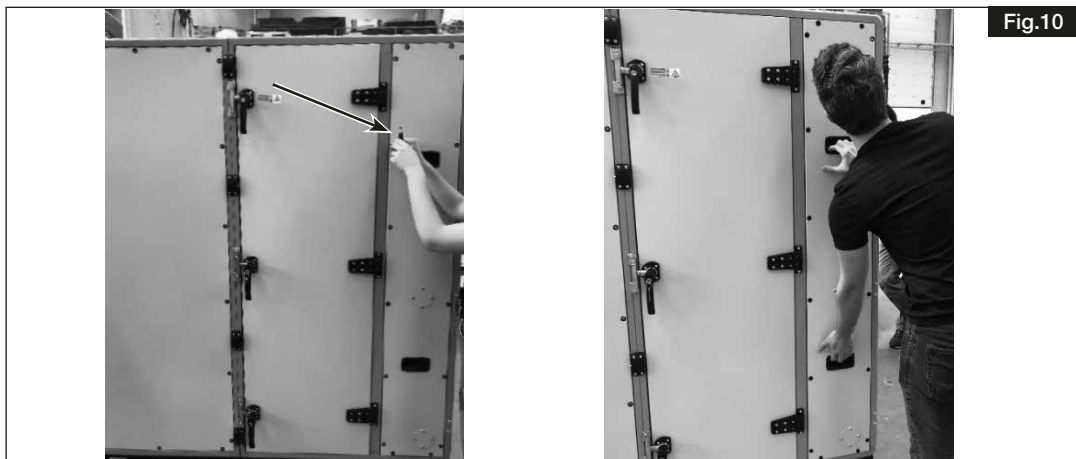

Fig.10
1. Retirer le panneau (voir Fig.10).